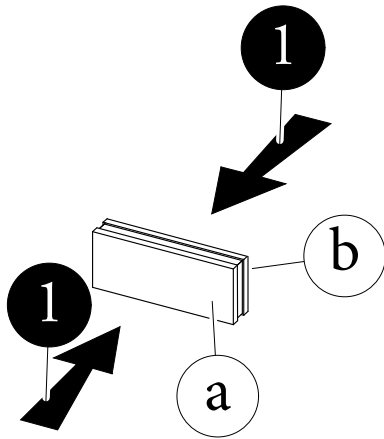

Fig. 4
- 1) Prendere i pezzi di fettuccia (a) e (b) ed unirli come illustrato in Fig. 4.